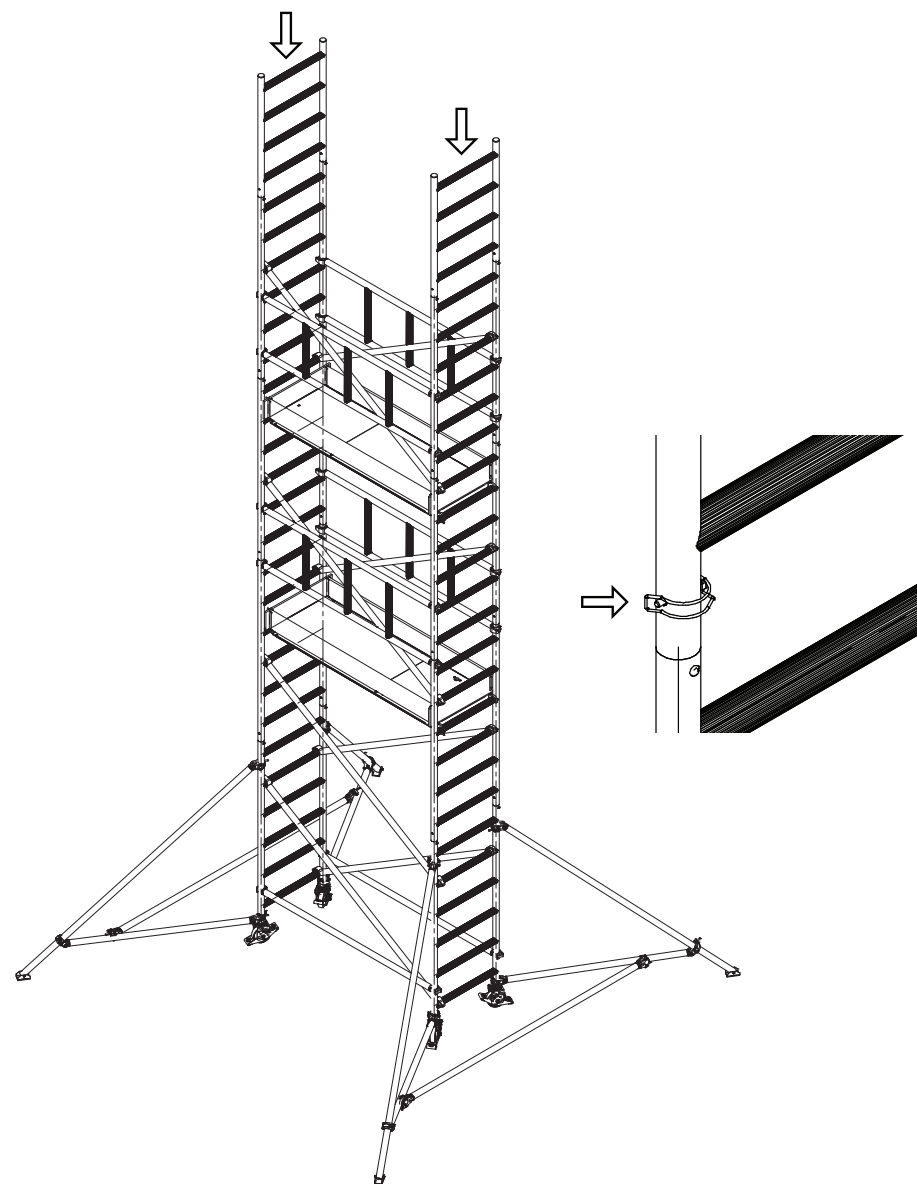

Rys. 70. Montaż krawężników poprzecznych
18. Następnie zamocować zestaw krawężników. Należy montaż rozpocząć od krawężników poprzecznych (Rys. 70), a następnie zamontować krawężniki wzdłużne (Rys. 71).